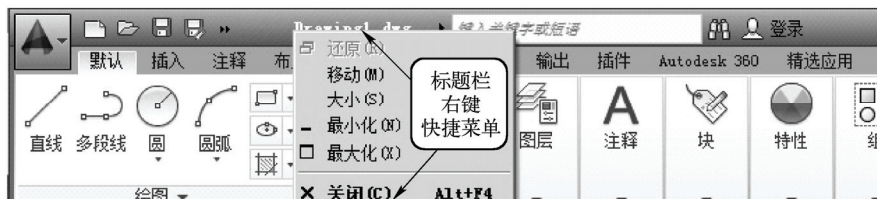

图 1-4 使用标题栏快捷菜单退出 AutoCAD 2014
- 快捷菜单：在任务栏窗口按钮或窗口标题栏上右击，在弹出的快捷菜单中选择“关闭”，如图 1-4 所示。